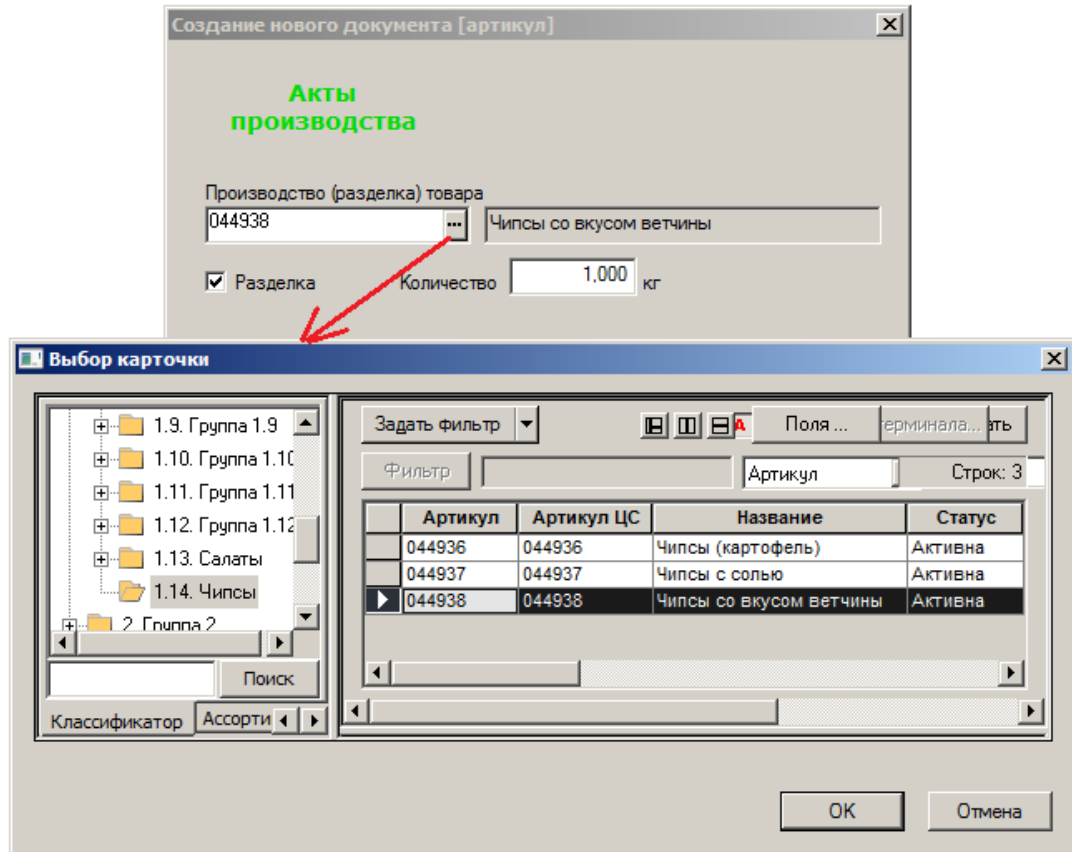

Рисунок 60 – Создание акта производства (3)
4. Выбрать артикул продукции для акта производства продукции или артикул ингредиента, из которого изготовлена продукция для акта разделки (Рисунок 60):